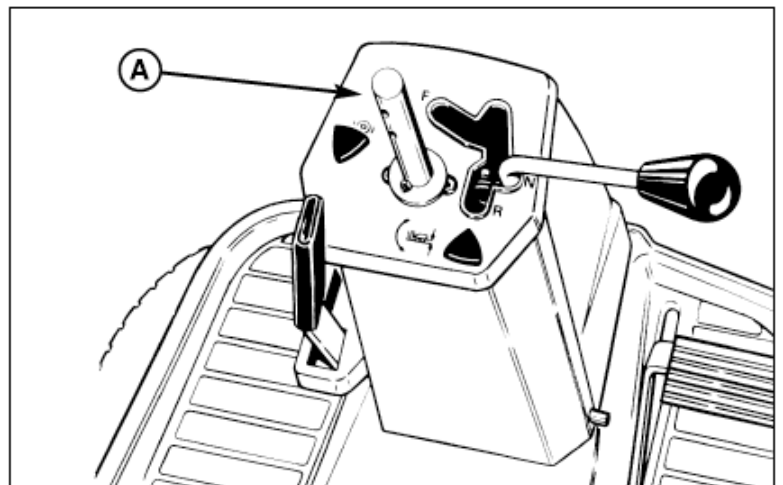

図 24 ステアリングホイールの高さ調節
1. ブーツを引き抜くと、ステアリングシャフト（図 24 の A）に2箇所穴があります。